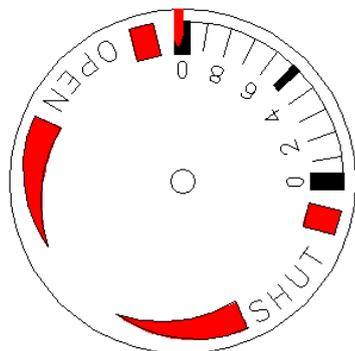
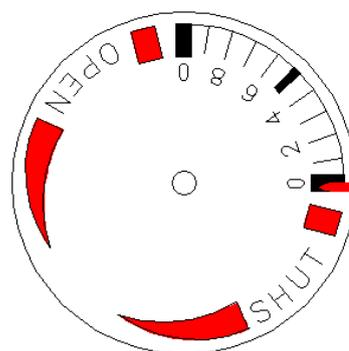

图 3.2 IGV OPEN
图 3.3 IGV SHUT
3. 执行器窗口反馈 OPEN 图 3.2, SHUT 图 3.3 如下: